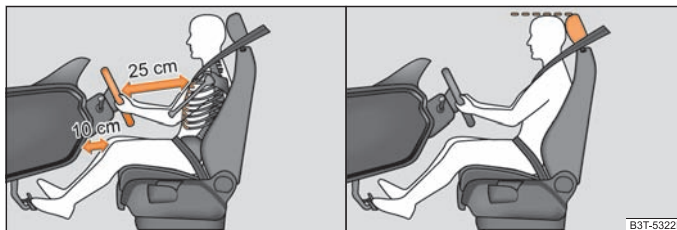

Fig. 151 Distanța corectă a șoferului față de volan și tabloul de bord / Reglarea corectă a tetierei șoferului
- Reglați volanul astfel încât distanța dintre volan și piept să fie de cel puțin 25 cm, iar distanța dintre picioare și tabloul de bord, la nivelul airbagului pentru genunchi, să fie de minim 10 cm ⇒ fig. 151 - stânga.
- Reglați tetierele astfel încât marginea superioară a tetierei să se afle la aceeași înălțime cu partea superioară a capului dumneavoastră ⇒ fig. 151 - dreapta.
- Pentru șofer este necesar să respecte distanța de minim 25 cm față de volan și de cel puțin 10 cm între tabloul de bord și picioare, la nivelul airbagului pentru genunchi ⇒ pagina 154, fig. 151 - stânga. Dacă nu se respectă această distanță, sistemul airbag nu își poate exercita eficiența maximă - Pericol!
- Reglați tetierele astfel încât marginea superioară a tetierei să se afle la aceeași înălțime cu partea superioară a capului dumneavoastră ⇒ pagina 154, fig. 151 - dreapta.
- Reglați tetierele astfel încât marginea superioară a tetierei să se afle la aceeași înălțime cu partea superioară a capului dumneavoastră ⇒ pagina 154, fig. 151.